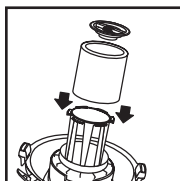

FIGURA 16
24. Con la cubierta del depósito en posición invertida, deslice el manguito de espuma hacia abajo sobre el alojamiento de la tapa tirando hasta que el manguito de espuma cubra por completo el alojamiento de la tapa. **FIGURA 16.**